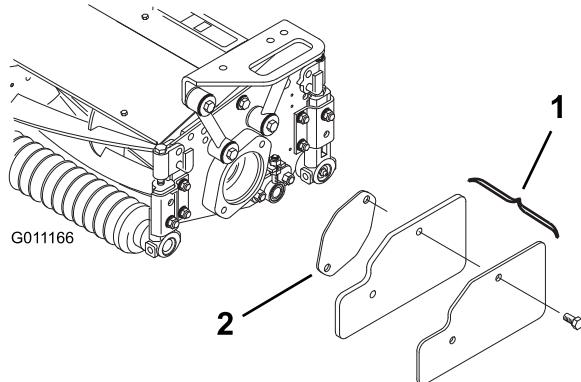

図20
- 右側カッティングユニットの内側端部からウェイトとガスケット（図20）を取る。